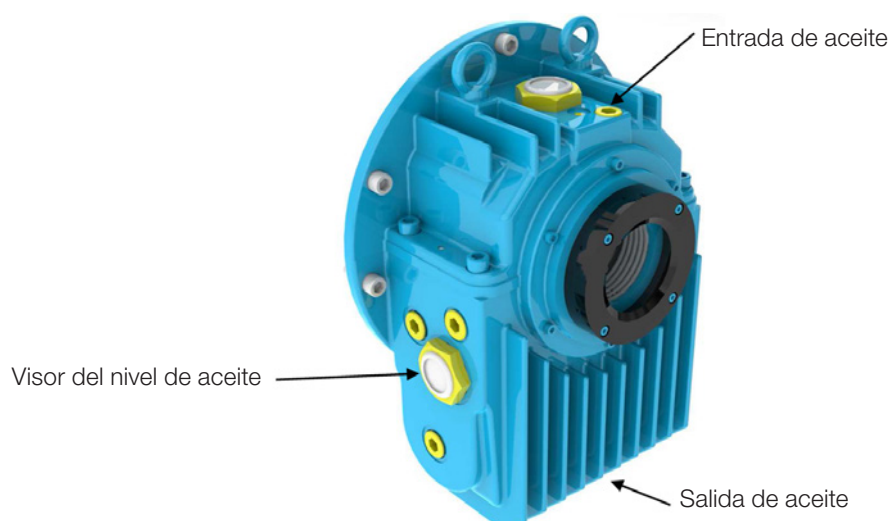

Figura 50 - Cojinete de deslizamiento.
- drene el aceite a través del drenaje localizado en la parte inferior de la carcasa del cojinete (ver Figura 50).